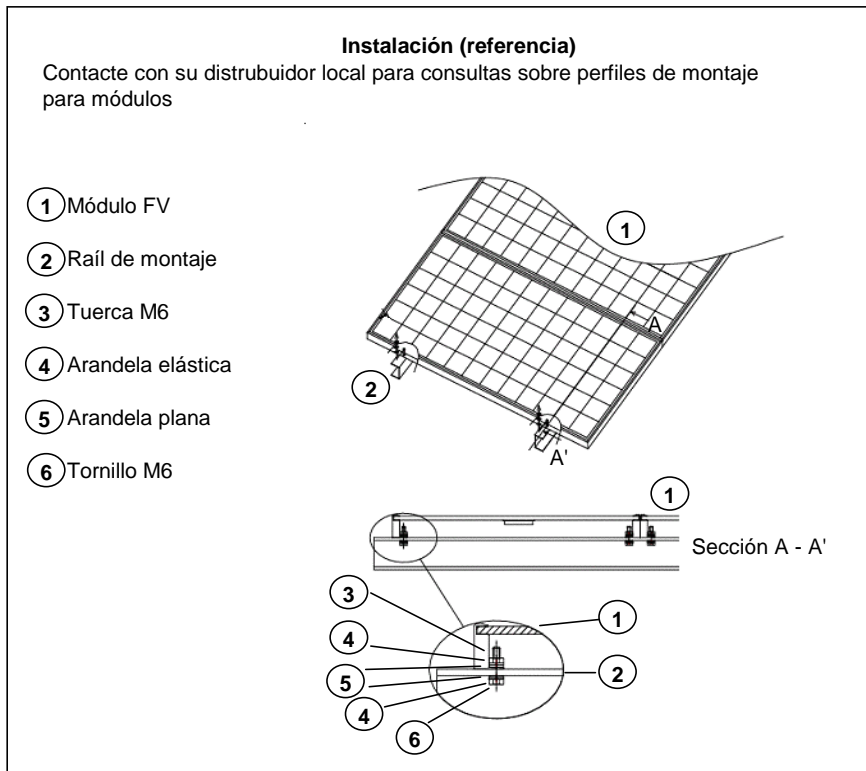

Figura 1: Instalación
- Se necesita un espacio libre entre la superficie del tejado y el marco del módulo con el fin de permitir que circule aire de refrigeración alrededor de la parte trasera del módulo. De este modo, también posibilitará que se disipe cualquier condensación o humedad. Instale los módulos de forma que el aire pueda circular entre el tejado y el módulo. Le recomendamos los métodos de instalación mostrados en la figura 1.